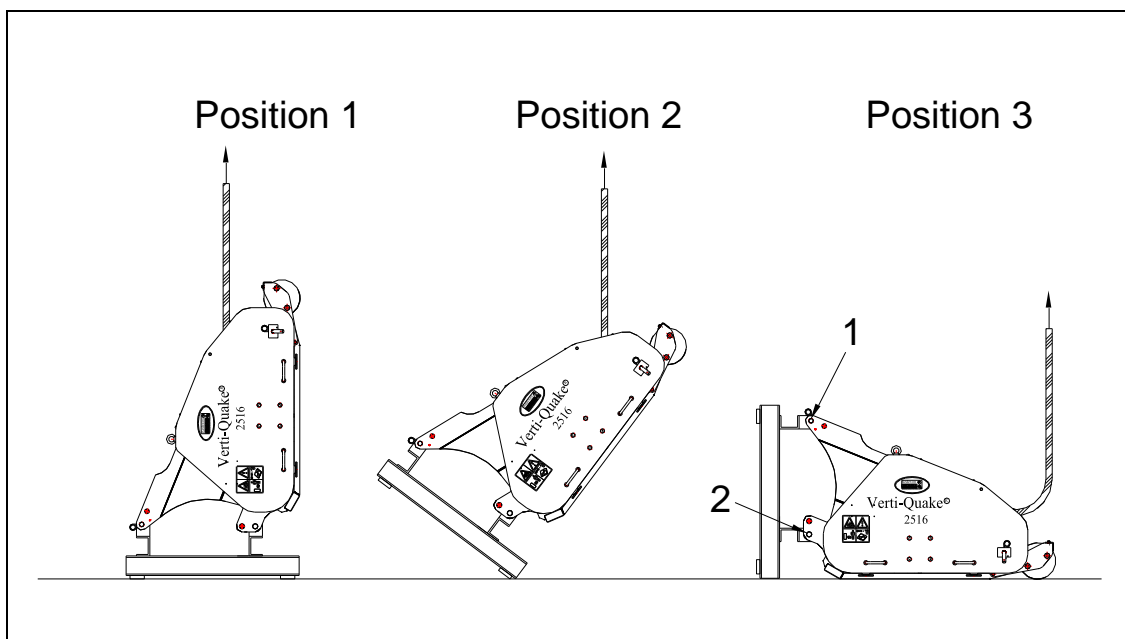

Abb. 7
Die Maschine steht senkrecht auf der Palette. Beim Entfernen der Palette und der horizontalen Aufstellung der Palette auf dem Boden sind die folgenden Schritte durchzuführen (Abb. 7):
1. Ein Seil an der Hebeöse auf beiden Seiten der Maschine anbringen. (Abb. 7 Position 1)
3. Es ist dafür zu sorgen, dass die Maschine an der Position der Palette abgestellt wird. (Abb. 7 Position 2)
4. Die Maschine kontrolliert und ruhig herablassen, bis sie ganz auf dem Boden steht. (Abb. 7 Position 3)